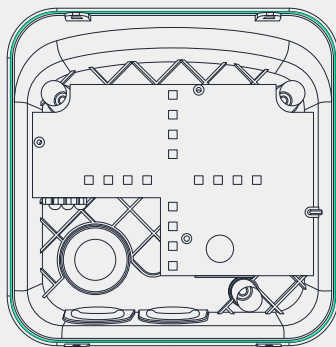

Fig. 9 - Junta de goma
18. Verifique que la junta de goma montada en el borde interior de la carcasa esté bien sujeta en el lugar indicado. **(Fig. 9)**